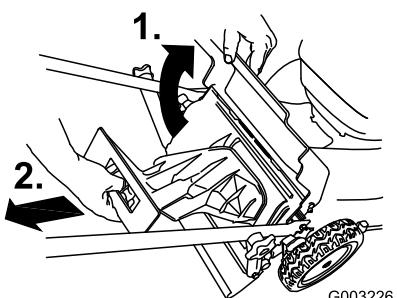

Figure 28
1. Soulevez le volet arrière et gardez-le dans cette position (Figure 28).
2. Retirez l'obturateur de l'éjecteur arrière (Figure 28).